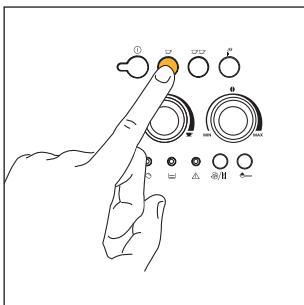
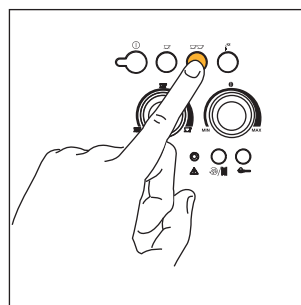

Fig. 12
Fig. 13
- 5) Druk op de knop  (fig. 12) indien u een kopje koffie wilt zetten of op de knop  (fig. 13) om 2 kopjes koffie te zetten. *(Het apparaat maalt de koffiebonen, voert een korte voorinfusie uit, pauzeert even en gaat verder met de afgifte. Wanneer de gewenste hoeveelheid koffie werd bekomen, wordt de afgifte automatisch stopgezet en wordt het samengeperst koffiedik afgevoerd in het bakje voor koffiedik).*
OPMERKING 4: Terwijl het apparaat koffie zet, kan de afgifte op om het even wel moment worden onderbroken door te drukken op de eerder geselecteerde knop ☺ (fig. 12) of ☺☺ (fig. 13).
OPMERKING 5: Net na de koffieafgifte en indien men de hoeveelheid koffie wilt verhogen, volstaat het de eerder geselecteerde knop ☺ (fig. 12) of ☺☺ (fig. 13) ingedrukt te houden tot de gewenste hoeveelheid is bekomen (dit moet gebeuren binnen 3 seconden na de koffieafgifte).